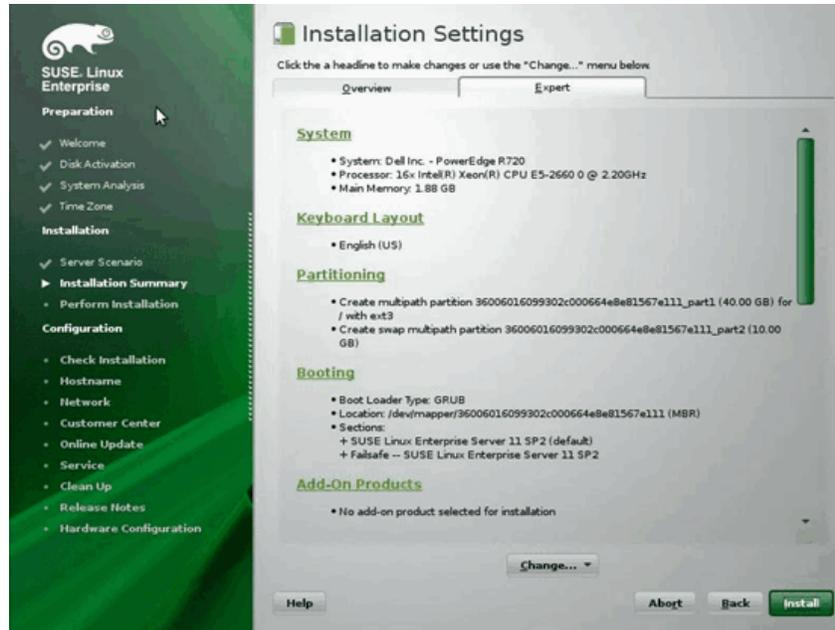

Abbildung 14-22. Installationseinstellungen
12. Klicken Sie auf der Seite „Expert“ (Experte) im Fenster „Installation Settings“ (Installationseinstellungen) auf **Booting** (Booten) (Abbildung 14-22).